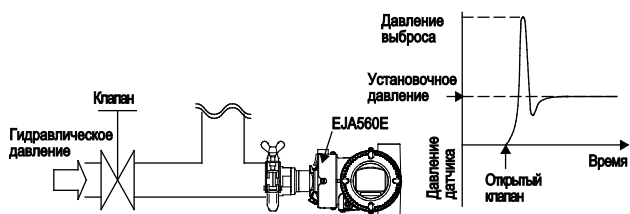

Рисунок 4. Давление прорыва при установке в изгибающейся трубе
- Давление прорыва при установке в изгибающейся трубе (Рис. 4)